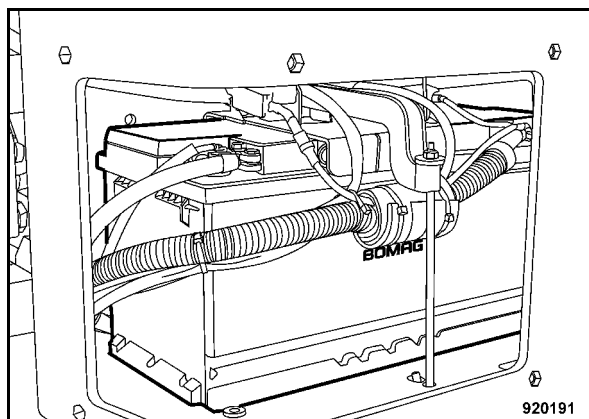

Fig. 114
- Pulire la batteria e il vano della batteria (Fig. 114).